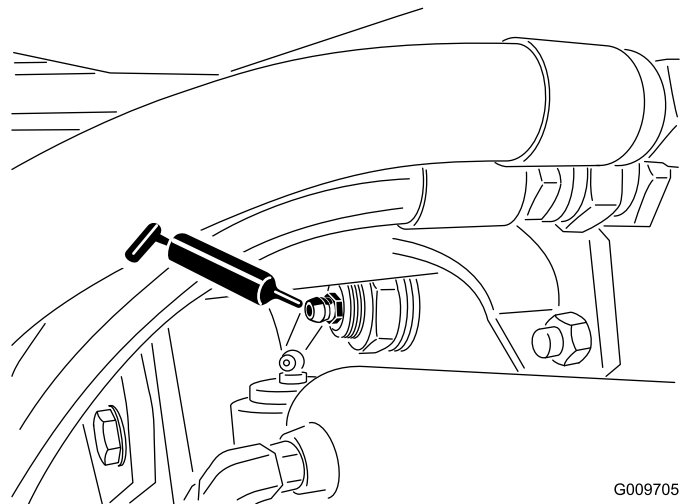

Figura 59
- Casquillos de pivote de eje trasero (2) tal y como se muestra en la Figura 59